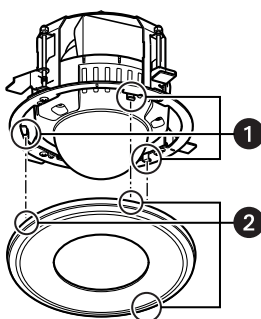

Рис. 28. Установка потолочной крышки
- a. Выровняйте выступы на потолочной крышке по крюкам на потолочном монтажном кронштейне (см. рис. 28).